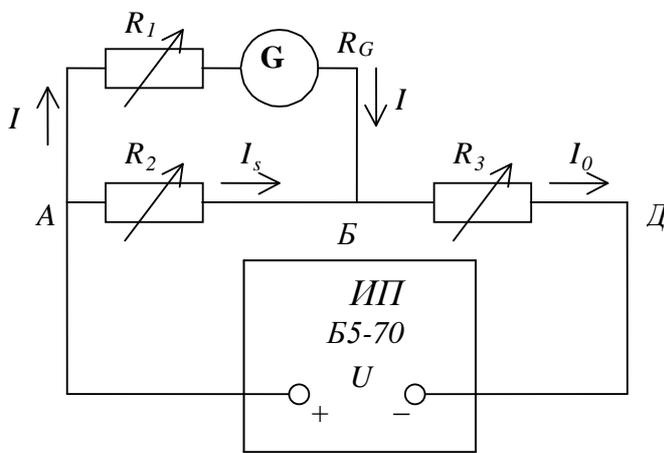

Рис.5
Таким образом, для расчета сопротивления шунтов R_s и добавочных резисторов R_{ad} нужно знать внутреннее сопротивление данного гальванометра R_G . Измерять его обычным способом, омметром например, нельзя, так как через гальванометр можно пропускать малый ток, значительно меньший, чем ток омметра. Поэтому поступают по-другому. Внутреннее сопротивление гальванометра, его чувствительность по току и по напряжению могут быть, в частности, определены путем измерений в электрической цепи, схема которой приводится на рис. 5. Здесь G – исследуемый гальванометр, $ИП$ –
3.Соберите электрическую цепь по схеме (рис.5) и предложите преподавателю или лаборанту проверить ее.